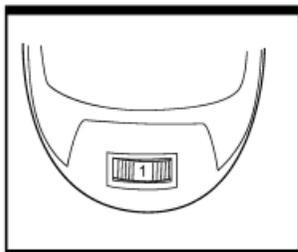

Fig. 3
3. SELECTEUR DE VITESSE VARIABLE (Fig. 3)